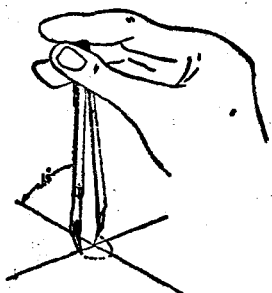
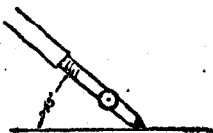

图 9
图 10
(6) 图上需要涂黑的部分, 可在图制好以后进行(小的部分可在写字时用小鋼笔同时涂黑, 大的涂黑部分可用鴨嘴笔涂, 在涂的时候把鴨嘴笔側轉斜拖, 这样可防止黑水流量过多的現象)。
(7) 在描小圓时(直徑在 3 公厘以下)在圓的接头处容易产生或凸或凹的現象,为了要克服产生这种現象,就可在描图时不只是把圓規轉动一次而是轉动二次。轉度超过 360° (迅速的)。
(8) 在描中心綫、尺寸綫、剖面綫的同时,可把虛綫也描上,这时不必將鴨嘴放粗(虛綫比上述的綫粗),而只要把鴨嘴笔偏斜一点(約 45°)就可得到較粗的,但指适合于虛綫粗細的綫条(图 10)。同样在描假想綫等等的細綫圓时,也可把虛綫圓同时描上,也不必將圓規鴨嘴插脚夾粗,而只要把圓規偏斜一些(約 45°)并稍为用力一些就可以了(图 9)。
(9) 写图号时用鋼笔里面安上一个銅片就可阻止墨水往下滴,这样写字既快質量又好。
(10) 凡是 0.23 平方公尺面积以下的图紙可多发几張来描,特别是 0.06 平方公尺图紙更要多发,这样多用几張排在桌上描,速度是很快的。